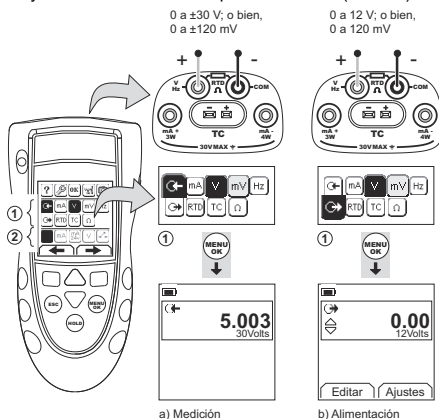
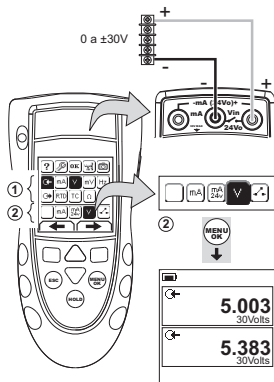

Figura 4: Ejemplo de configuración: Medición/alimentación de voltios o mA (Área ①)
Figura 5: Ejemplo de configuración: Medición de voltios (función dual, área 2)
1. Conecte el instrumento (Figura 4 y Figura 5) y, si es necesario, ajuste la opción Configurar (Tabla 1).